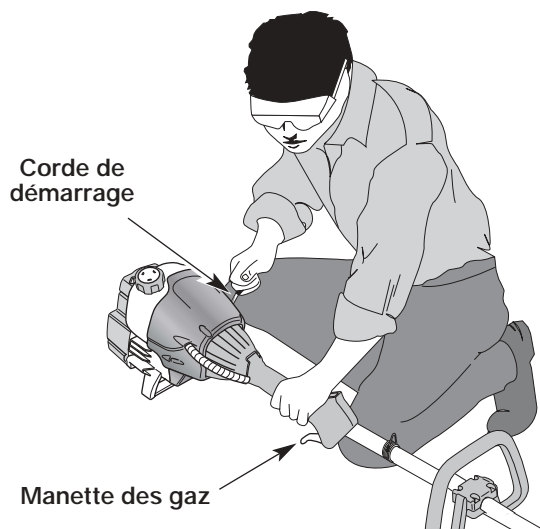

Fig. 8
**AVERTISSEMENT** : évitez tout démarrage accidentel. Tenez-vous en position de démarrage lorsque vous tirez sur la corde de démarrage (Fig. 8). L'opérateur et l'appareil doivent tous deux être en position stable pour éviter des blessures graves.
5. L'appareil étant prêt à démarrer (Fig. 8), **N'APPUYEZ PAS SUR LA MANETTE DES GAZ** et tirez brusquement sur la corde de démarrage 5 fois de suite, le levier EZ-StartMC étant tourné vers la gauche. Si le moteur essaie de démarrer avant le cinquième tir, passez à l'étape 6. Si le moteur ne démarre pas, retournez à l'étape 3.
1. Relâchez la manette des gaz (Fig. 8). Laissez le moteur refroidir au ralenti.
Pour couper les bordures à l'aide de la tête d'accessoire de coupe sur les modèle EZ-Link™, verrouillez le bouton de déclenchement de l'accessoire de coupe dans le trou de 90° ou de 180° (Fig. 8).